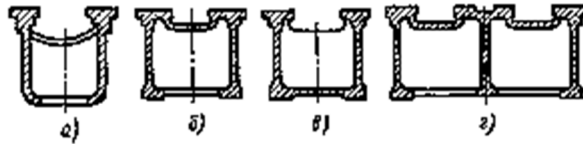

Рис. 2.1. Основные профили горизонтальных станин
На рис. 2.1 показаны основные профили горизонтальных станин, применяемые:
- при необходимости отвода вниз стружки и охлаждающей жидкости; такой профиль обладает повышенной жесткостью по сравнению с жесткостью станин, имеющих замкнутый профиль (рис. 2.1, а);
- при отсутствии необходимости отвода стружки вниз (рис. 2.1, б);
- при необходимости использования станины как резервуара для масла и при необходимости значительного места для расположения механизмов привода (рис. 2.1, в);
- в тяжелых, в частности многосуппортных, станках (рис. 2.1, г).